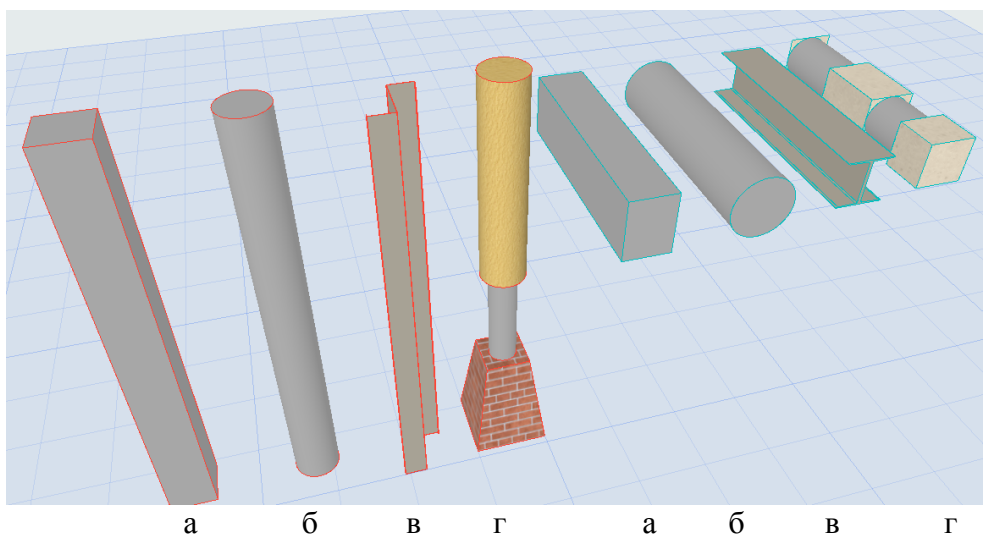

Рисунок 1.22 – Види профілів колон та балок: а – прямокутний; б – круглий; в – складний; г – багатосегментний
Балка – це горизонтальний конструктивний елемент, який хоч і може мати певний кут, але не здатен розміщуватися вертикально. Колона навпаки являється вертикальним несучим конструкційним елементом, що не може лягти в горизонтальну площину. Колони та балки мають схожі методи створення та редагування. Вони можуть мати різні види зрізу: прямокутний (1), круглий (2), складний (тавр, двутавр тощо) (3), багатосегментний (4). (рис. 1.22)